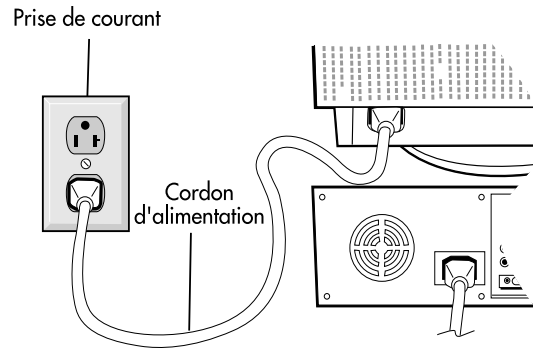

Figure C.1
5. Connecter une extrémité du cordon d'alimentation au moniteur MultiSync FP et l'autre extrémité à la prise de courant (**Figure C.1**).